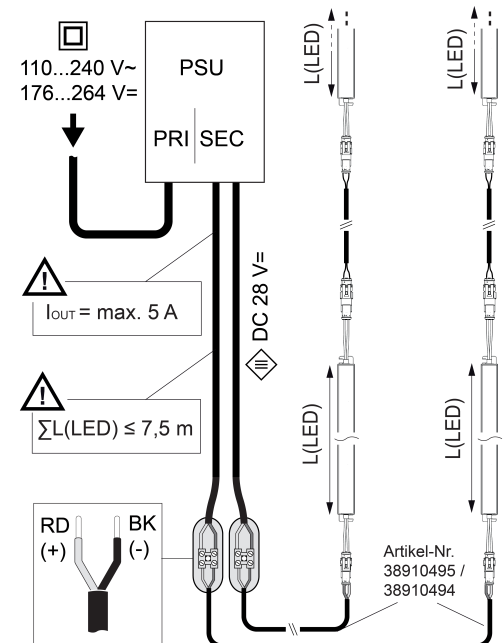

Bild 4: Anschlussskizze
- LED-Lichteinsätze gemäß Anschlussskizze anschließen (Bild 4).